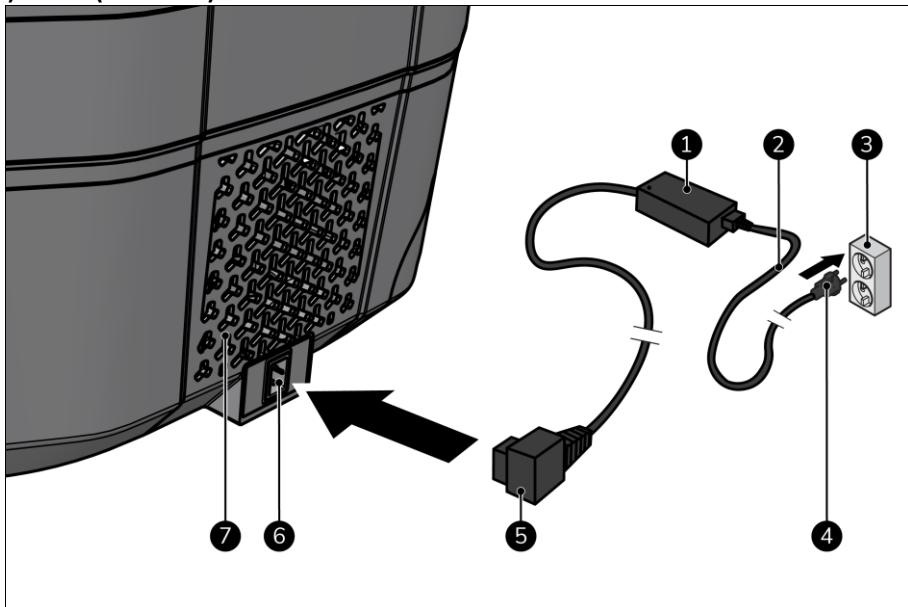

Figura 5
2. Asigurați-vă că toate cele trei grile de ventilație (Figura 5, poziția 7) au un spațiu de ventilație de cel puțin 5 cm.
3. Introduceți cablul CA (Figura 5, poziția 2) în adaptorul CA/CC (Figura 5, poziția 1).
4. Introduceți mușa adaptorului CA/CC (Figura 5, poziția 5) în sursa de alimentare a aparatului (Figura 5, poziția 6).
5. Introduceți mufa de alimentare (Figura 5, poziția 4) într-o priză de perete ușor accesibilă (Figura 5, poziția 3).